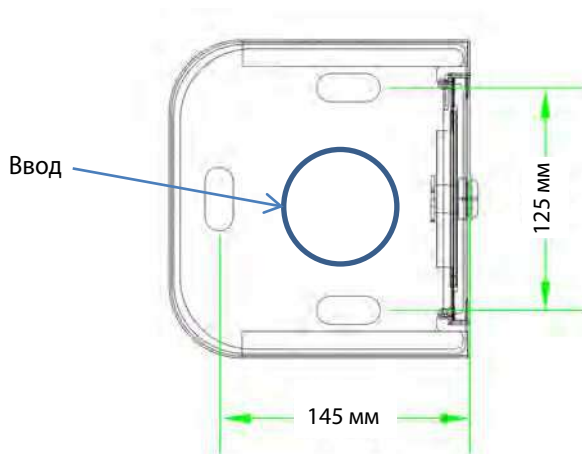

Рис. 2-2
1. Просверлите отверстия, согласно размерам Рис. 2-2.